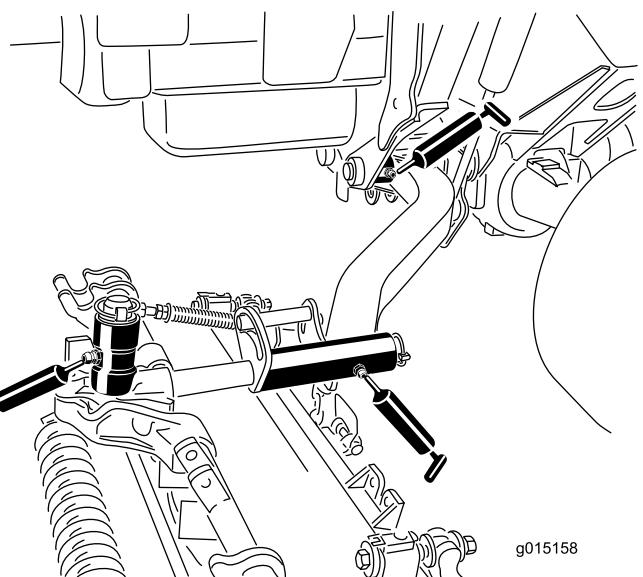

**Bild 45**
- Lenkzylinder-Kugelgelenke (2) (Bild 45)
- Spurstangen-Kugelgelenke (2) (Bild 45)
- Achsschenkelbolzen (2) (Bild 45) **Fetten Sie die obere Armatur am Achsschenkelbolzen nur einmal jährlich (2 Pumpen).**